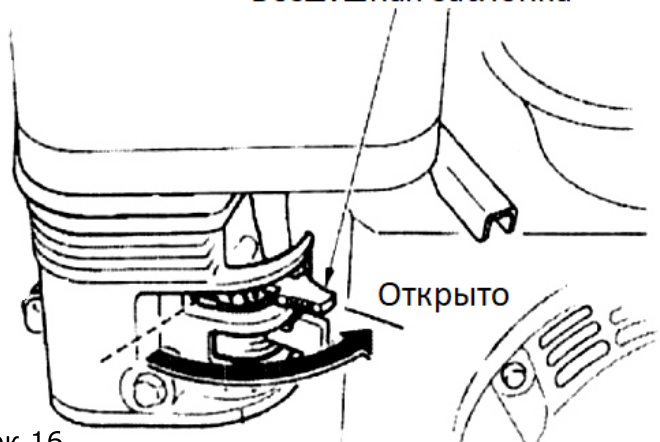

Рисунок 16
6.6 Предварительно прогрейте двигатель и переведите рычаг воздушной заслонки в положение «ОТКРЫТО» (рисунок 16).